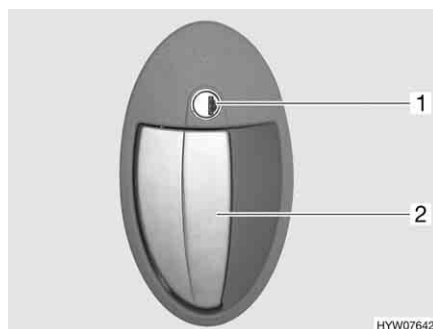

Fig. 19 Serratura della porta, lato esterno
- Inserire la chiave nel cilindro della serratura (Fig. 19,1) e ruotare in senso orario, fino a quando la serratura della porta si sblocca.
- Tirare la maniglia della porta (Fig. 19,2). La porta è aperta.
- Inserire la chiave nel cilindro della serratura (Fig. 19,1) e ruotare in senso antiorario, fino a quando la serratura della porta si blocca.